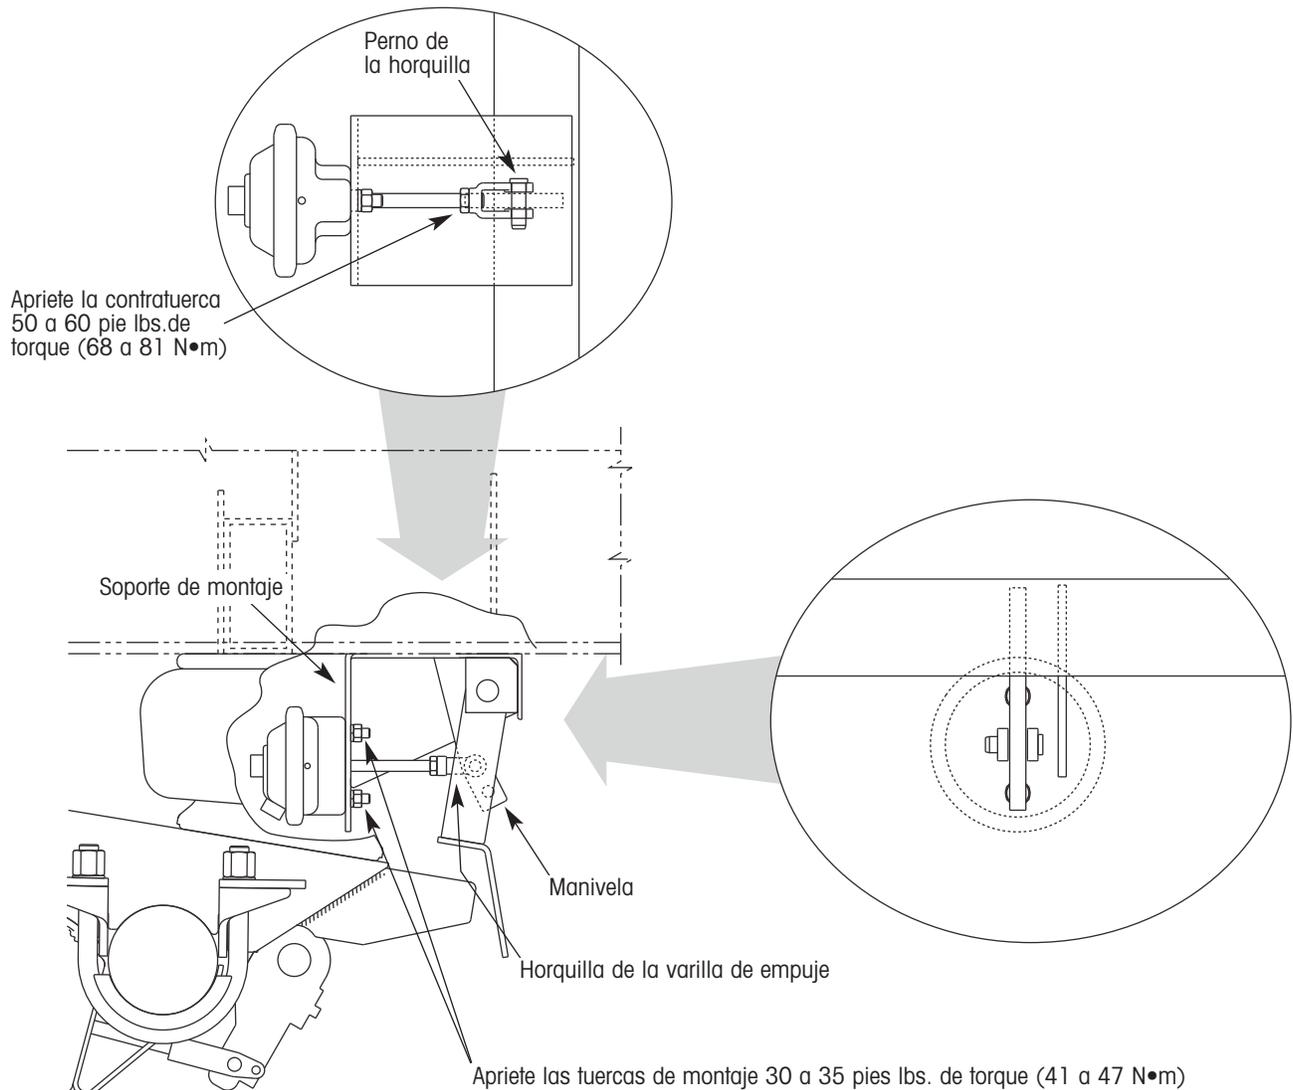

Figura 65. Detalles de instalación del actuador tipo cámara de frenos para HT190T/HT230
18. Deslice la varilla de empuje de la cámara de frenos a través del soporte de montaje (figura 65). Alinee la horquilla de la varilla de empuje con el agujero superior de la manivela. Inserte el perno de la horquilla a través de la horquilla y la manivela. Asegure el perno de la horquilla con una chaveta.
19. Apriete las tuercas de montaje de la cámara de frenos (figura 65) a un torque de 30 a 35 pie lbs. (41 a 47 N•m). Apriete la contratuerca en la varilla de empuje a un torque de 50 a 60 pie lbs. (68 a 81 N•m).
10. Deslice la varilla de empuje de la cámara de frenos a través del soporte de montaje (figura 65). Alinee la horquilla de la varilla de empuje con el agujero superior de la manivela. Inserte el perno de la horquilla a través de la horquilla y la manivela. Asegure el perno de la horquilla con una chaveta.
11. Apriete las tuercas de montaje de la cámara de frenos (figura 65) a un torque de 30 a 35 pie lbs. (41 a 47 N•m). Apriete la contratuerca en la varilla de empuje a un torque de 50 a 60 pie lbs. (68 a 81 N•m).